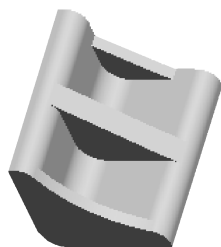

图 7-64 完成模型
(24) 拖动鼠标中键从各个方向对模型进行几何预览,符合设计要求后,单击控制区的【应用】按钮 ,完成后侧轮廓筋特征,如图 7-64 所示。